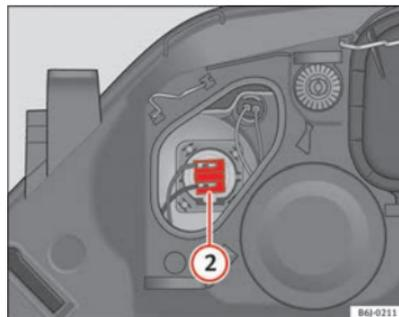

Abb. 139 Fernlicht
- Ziehen Sie den Stecker ⇒ Abb. 139 ② nach außen ab.